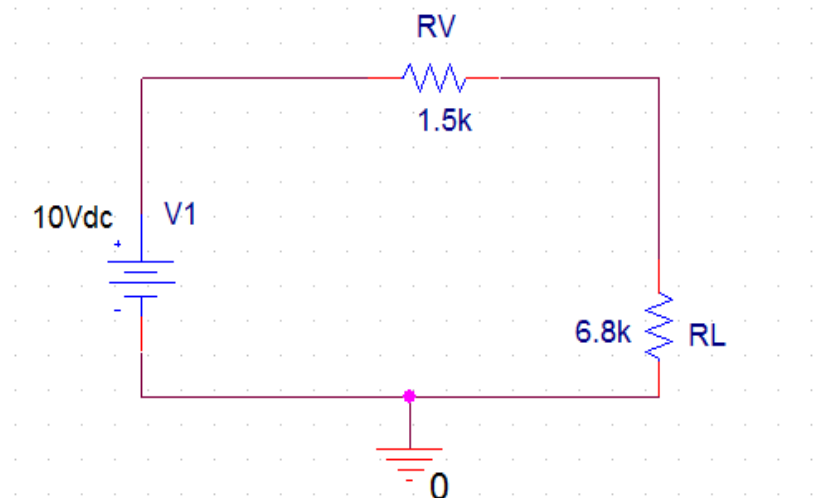

Рисунок 2.1 – Схема послідовного кола
1. Спершу завантажте схему послідовного кола (рис. 2.1), що містить два резистори, яку ви накреслили, виконуючи першу лабораторну роботу, і зберегли під ім'ям *Lab01_*.sch* в теці *RT16* (як ви пам'ятаєте, коло містить резистор *RV* опором 1,5 (кОм), резистор *RL* опором 6,8 (кОм) і джерело струму *DC* з постійною напругою 10 (В)).
10. Відкрийте вихідний файл, вибравши у вікні *PSpice A/D* послідовність команд *View* → *Output file* (Файл → Відкрити вихідний файл для перегляду). На вашому екрані з'явиться вихідний файл *PSpice*, в якому подані результати аналізу кола постійного струму, схема якого зображена на рис. 2.1.